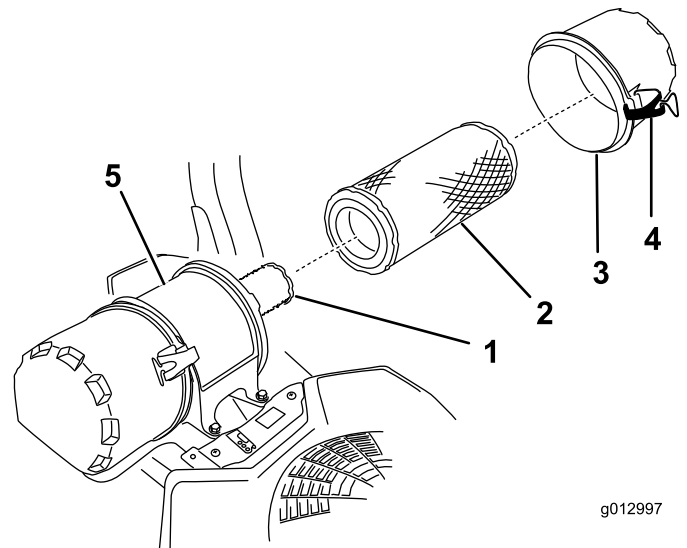

Figure 47
6. Ouvrez les dispositifs de verrouillage du filtre à air et séparez le couvercle du corps du filtre (Figure 47).
8. Sortez l'élément principal du corps du filtre avec précaution (Figure 47).
- Si vous remplacez l'élément intérieur, insérez-le avec précaution dans le corps du filtre (Figure 47).
- Placez ensuite l'élément principal sur l'élément intérieur avec le même soin (Figure 47).
- Remettez en place et verrouillez le couvercle du filtre à air (Figure 47).